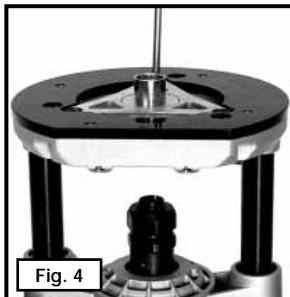

Fig. 4
4. Retourner la défonceuse et la poser sur le capot du moteur (Fig. 4).
5. Insérer l'insert pour guide de gabarit au centre de la sous-embase (Fig. 4).